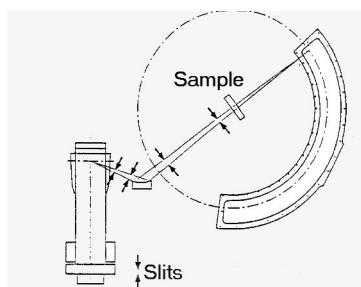

Figure 2 : Reflection front focalization
Отражение (рис.2 и 3)
Схема на рис. 2 и 3 показывает положение образца, где угол падения прямого луча остается постоянным во время всего измерения.
- недофокусировка (рис.2)